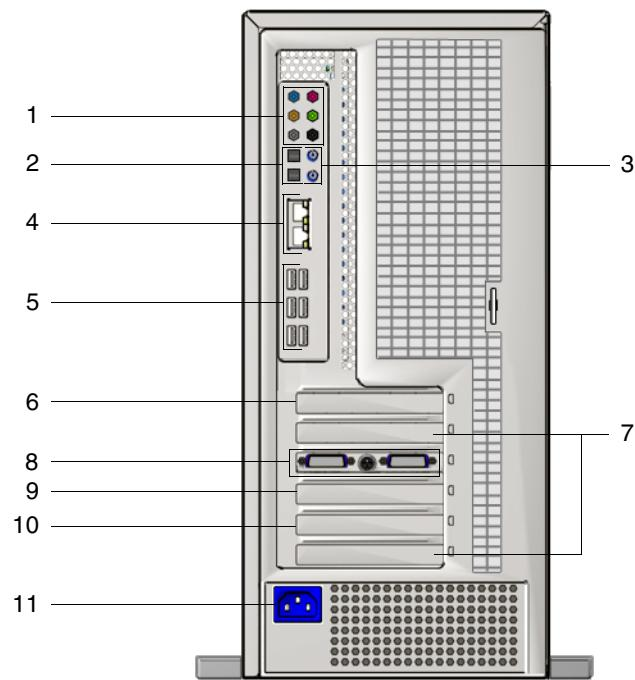

FIGURE 1-2 Panneau arrière
La FIGURE 1-2 illustre le panneau avant de la station de travail Sun Ultra 40. Le TABLEAU 1-2 répertorie les boutons et les diodes.
La FIGURE 1-2 illustre le panneau arrière de la station de travail Sun Ultra 40. Le TABLEAU 1-3 répertorie les boutons et les diodes.
- Si la procédure d'arrêt du système d'exploitation ne met pas la station de travail hors tension ou si elle n'est pas disponible, appuyez sur le bouton d'alimentation et relâchez-le (FIGURE 1-2).